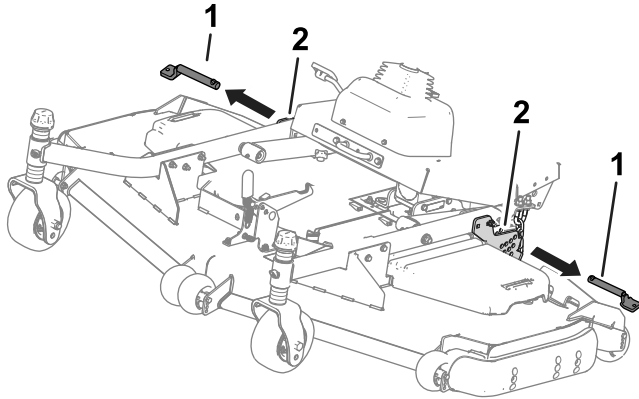

Bild 36
4. Entfernen Sie die Splinte von den Schnitthöhenplatten (Bild 36).